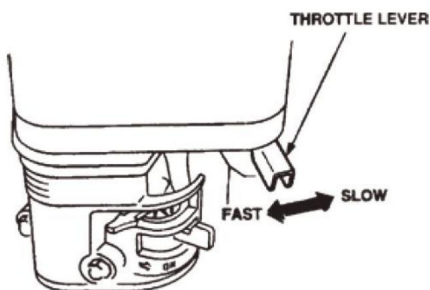

ABB.11
9.9 Um mit dem Glätten zu beginnen, bewegen Sie den Gashebel (ABB. 11) in Richtung „SCHNELL“.
10.1 Bewegen Sie den Gashebel in die Position LEERLAUF oder LANGSAM (ABB. 11) und Lassen Sie den Motor drei Minuten lang bei niedriger Drehzahl laufen.